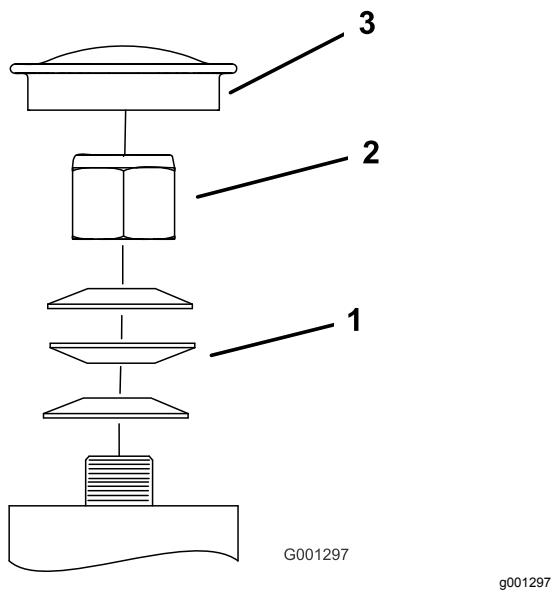

Figura 71
3. Retire o tampão antipoeira da roda e aperte a porca de bloqueio (Figura 71).
4. Aperte a porca de freio até que as anilhas de mola estejam planas e, em seguida, recue 1/4 de volta para aplicar devidamente a pré-carga nos rolamentos (Figura 71).
Importante: Certifique-se de que as anilhas de mola estão corretamente montadas como se mostra na Figura 71.
5. Instale o tampão antipoeira (Figura 71).